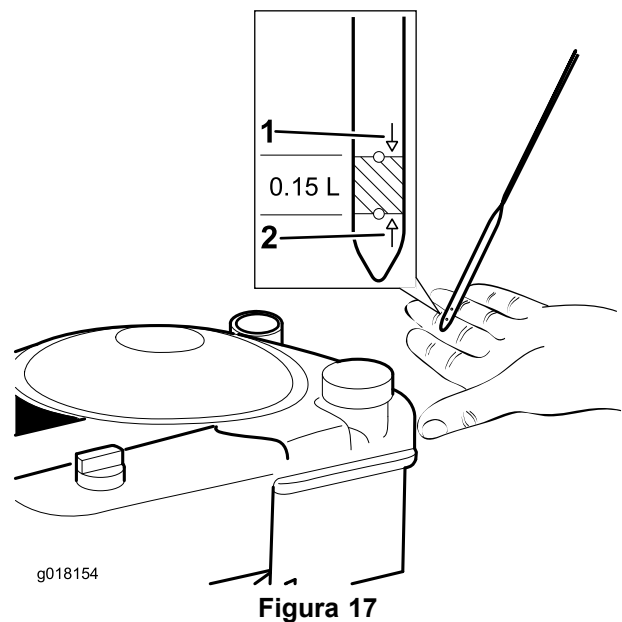

Figura 17
2. Retire a vareta e limpe-a com um pano limpo (Figura 17).
4. **Lentamente** deite óleo no tubo de enchimento do óleo, aguarde 3 minutos, verifique o nível do óleo do motor na vareta ao limpar a vareta e, depois, introduza totalmente no tubo (Figura 17).
5. Encha o motor com óleo até a vareta indicar que o nível de óleo do motor está correcto, como indicado em Figura 17. Se encher demasiado o motor com óleo, retire o óleo em excesso.